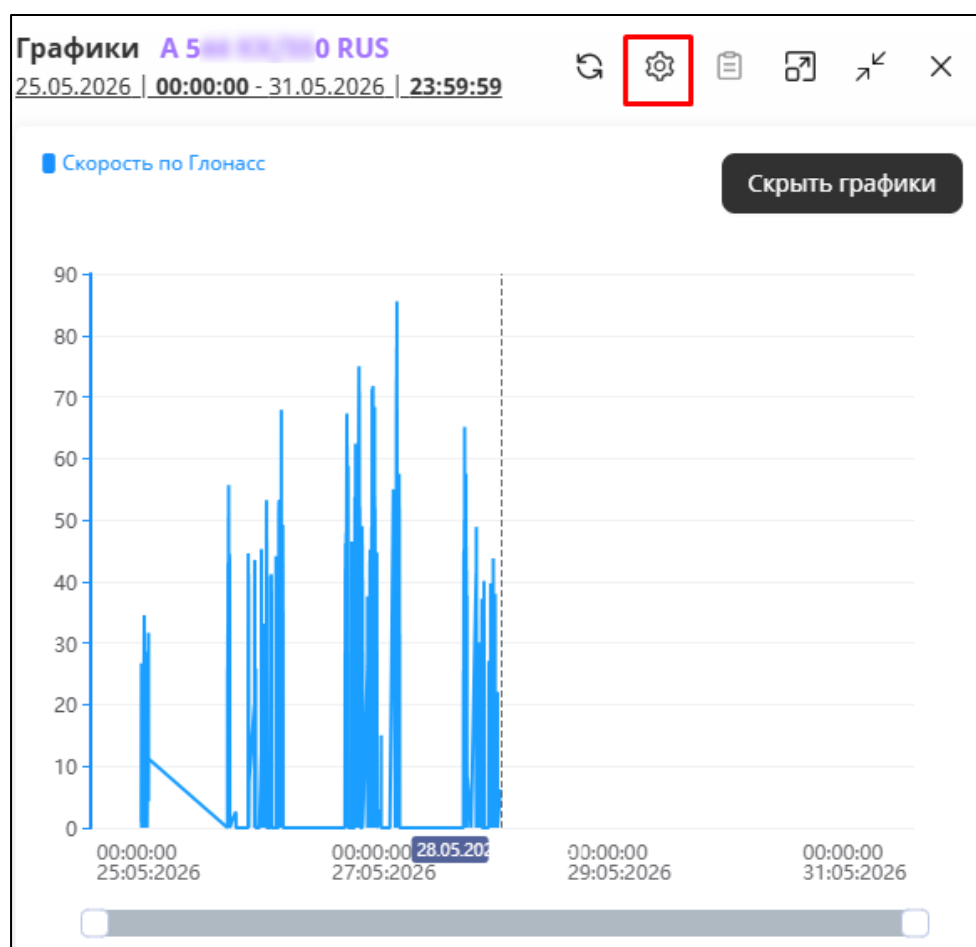
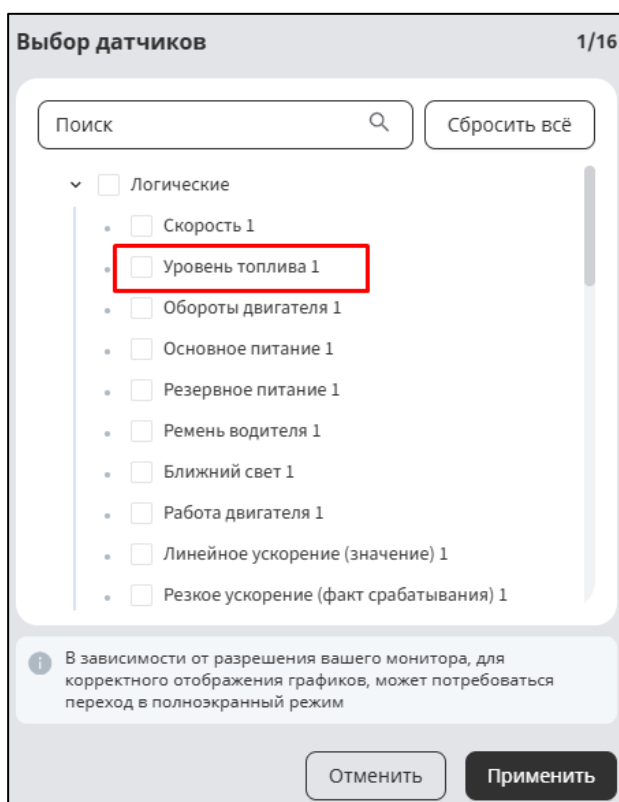

Рисунок 14
Рисунок 15
5. Для отображения на графике данных по уровню топлива нажмите кнопку «Выбрать датчики» (Рисунок 14) и в открывшемся окне выберите логический датчик уровня топлива, проставив соответствующий чек-бокс (Рисунок 15).